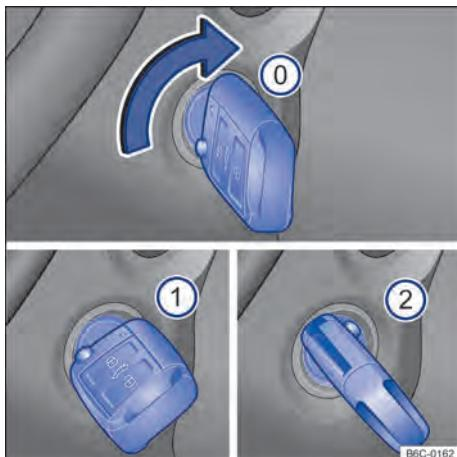

Fig. 91 Ao lado do volante, à direita: posições da chave do veículo no cilindro da ignição.
Posições da chave do veículo → Fig. 91
- ① Ignição desligada. A chave do veículo pode ser retirada.
- ② Ignição ligada.
- ② Pisar no pedal do freio e ligar o motor. Quando o motor pegar, soltar a chave da ignição. Ao soltar, a chave do veículo retorna à posição → Fig. 91 ①.
- **Veículos com cilindro da ignição:** girar a chave do veículo na posição → Fig. 91 ①. A ignição está ligada. Nesse instante a luz de controle do sistema de partida aquecida  irá se acender no instrumento combinado. Aguardar que a luz de controle  se apague indicando o término do aquecimento do combustível (esta ação poderá ser necessária em condições de partida com o motor frio).
- *Veículos com cilindro da ignição*: girar a chave do veículo no cilindro da ignição para a posição → Fig. 91 ② – não acelerar. Quando o motor começar a funcionar, soltar a chave do veículo no cilindro da ignição.
- *Veículos com cilindro da ignição*: girar a chave do veículo no cilindro da ignição na posição → Fig. 91 ①.